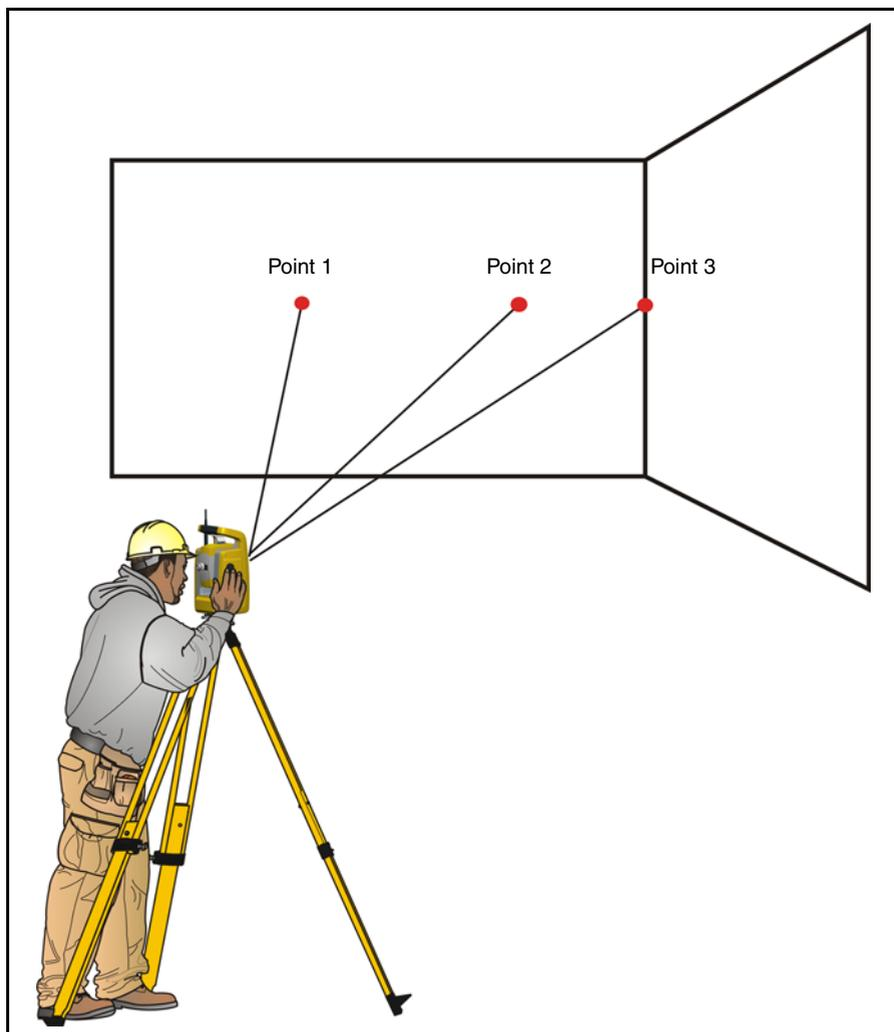

Figure 5.33 Mesure décalée
2. Visez la Station totale Trimble S3 sur le coin pour stocker l'angle horizontal et vertical correct. Voir Figure 5.33.